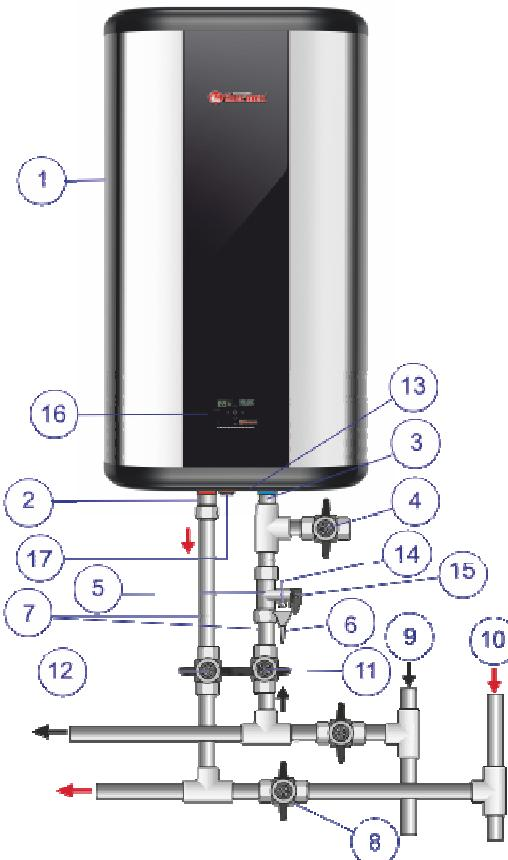

Fig. 1. Schéma de raccordement du CEE à la conduite d'eau.
4.1. Le boîtier externe du CEE est fabriqué de la plastique antichoc. Le réservoir interne est fait de l'acier inoxydable de haute qualité à teneur en titane ce qu'assure une haute résistance de corrosion et en conséquence le fonctionnement à long terme. L'espace entre le boîtier externe et le réservoir interne est rempli du mousse de polyuréthane – l'isolation thermique moderne écologique ayant les meilleures caractéristiques de conservation thermique. Les modèles « IF », « ID », « IB » ont deux raccords de tuyau filetés : pour l'entrée de l'eau froide avec un anneau bleu (Fig. 1, p. 3) et pour la sortie de l'eau chaude avec un anneau rouge (Fig. 1, p. 2) et sont équipés d'un raccord de tuyau de drainage supplémentaire (avec un anneau rouge, il est fermé par un bouchon métallique) pour vidanger l'eau et laver le réservoir interne (Fig. 1, p. 17). Le panneau de commande se trouve sur la face avant du CEE dans tous les modèles (Fig. 1, p. 16).
4.3. La soupape de sûreté (Fig. 1, p. 5) assure les fonctions de la soupape de retour en empêchant la pénétration de l'eau du chauffe-eau au réseau d'eau en cas de la chute de la pression dans le réseau d'eau et en cas de l'accroissement de la pression dans le réservoir à condition d'une forte chauffe de l'eau, ainsi qu'assure les fonctions de la soupape de protection en enlevant la pression de surcharge dans le réservoir en cas d'une forte chauffe de l'eau. Lors du fonctionnement du chauffe-eau l'eau peut s'infiltrer du tuyau d'échappement de la soupape de sûreté pour la faille de la surpression qui se produit aux fins de la sécurité du chauffe-eau. Ce tuyau d'échappement doit rester ouvert à l'atmosphère et être installé d'une façon permanente en descendant et au milieu ambiant incongelable.
Il est nécessaire d'assurer la restitution de l'eau du tuyau d'échappement de la soupape de sûreté (Fig. 1, p. 14) à l'égout, ayant prévu le drainage approprié lors du montage du CEE (Fig. 1, p. 6).
Il faut régulièrement (au moins une fois par mois) effectuer la vidange d'un peu d'eau via le tuyau d'échappement de la soupape de sûreté à l'égout pour éliminer des dépôts calcaires et pour vérifier la capacité de travail de la soupape. Le manche (Fig. 1, p. 15) est destiné pour ouvrir la soupape. Il est nécessaire de surveiller que lors du fonctionnement du CEE ce manche se trouve dans la position obturant la vidange de l'eau du réservoir.
Monter la soupape de sûreté (Fig. 1, p. 5) à l'entrée de l'eau froide (Fig. 1, p. 3) marquée par un anneau bleu en serrant à 3,5 – 4 tours, ayant assuré l'étanchéité du joint à l'aide de n'importe quel matériau d'étanchéité (lin, bande du matériau d'étanchéité en plastique fluoré etc.).
Le raccordement au système de conduite d'eau est réalisé selon le Fig. 1 uniquement à l'aide des tubes de cuivre, métaloplastiques ou plastiques ainsi que à l'aide de la tuyauterie d'arrivée de plomberie spéciale souple.
Figure 1: 1 – CEE, 2 – raccord de tuyau de l'eau chaude, 3 – raccord de tuyau de l'eau froide, 4 – vanne de vidange, 5 – soupape de sûreté, 6 – drainage à l'égout, 7 – tuyauterie d'arrivée, 8 – fermer le robinet lors de l'exploitation du CEE, 9 – canalisation de l'eau froide, 10 – canalisation de l'eau chaude, 11 – vanne d'arrêt de l'eau froide, 12 – vanne d'arrêt de l'eau chaude, 13 – couvercle de protection, 14 – tuyau d'échappement de la soupape de sûreté, 15 – manche pour ouvrir la soupape de sûreté, 16 – panneau de commande, 17 – raccord de tuyau de vidange.
Une fois raccordé, ouvrir la vanne de conduite de l'eau froide (Fig. 1, p. 11) dans le CEE, le robinet de sortie de l'eau chaude du CEE (Fig. 1, p. 12) et le robinet de l'eau chaude sur le mélangeur afin d'assurer la sortie de l'air du chauffe-eau. En cas du remplissage final du CEE l'eau froide coulera par le courant continu du robinet du mélangeur. Fermer le robinet de l'eau froide sur le mélangeur.
Note : pour faciliter l'entretien du CEE en cours d'exploitation il est recommandé d'installer la vanne de vidange (Fig. 1, p. 4) conformément au Figure 1 (pour les modèles qui ne sont pas équipés par le raccord de tuyau de vidange (ne fait pas partie du lot de livraison du CEE)).